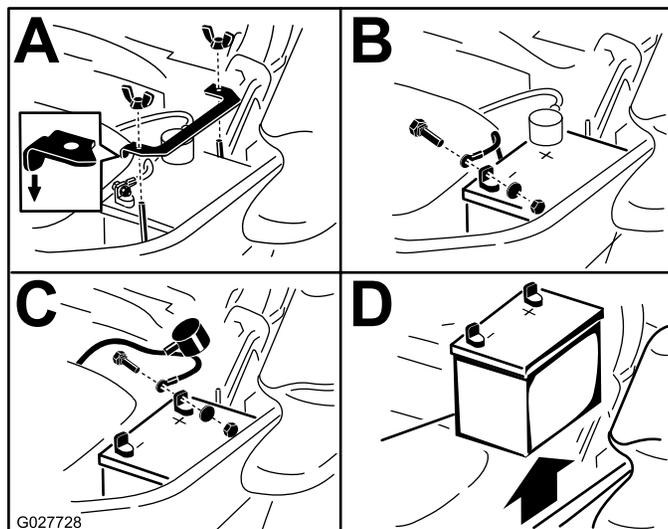

Figura 55
3. Retire la batería, según se muestra en Figura 55.
Nota: Coloque la batería en la bandeja, con los bornes frente al depósito hidráulico (Figura 55).